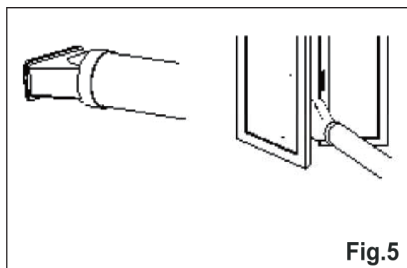

Fig. 5
4. Fixe o adaptador B no janela. (Fig. 5)